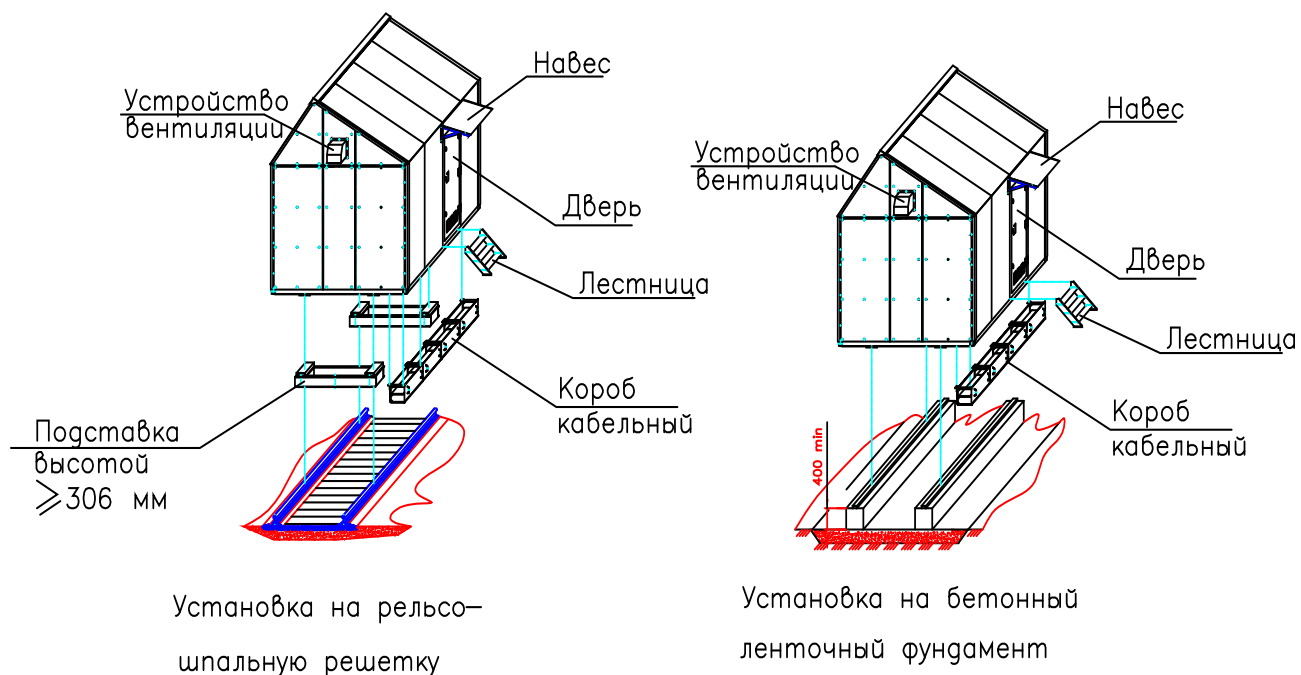

Рисунок 1
Габаритные чертежи модулей РУ-6(10) кВ приведены в приложении А. Конструкция модуля РУ-6(10) кВ обеспечивает возможность его установки на основание в виде рельсо-шпальной решетки, либо на бетонный ленточный фундамент, см. рисунок 1. Отклонение плоскости основания от общей прилегающей плоскости должно быть не более 50 мм. Уклон плоскости допускается не более 50 мм на всей длине стыкуемых модулей.